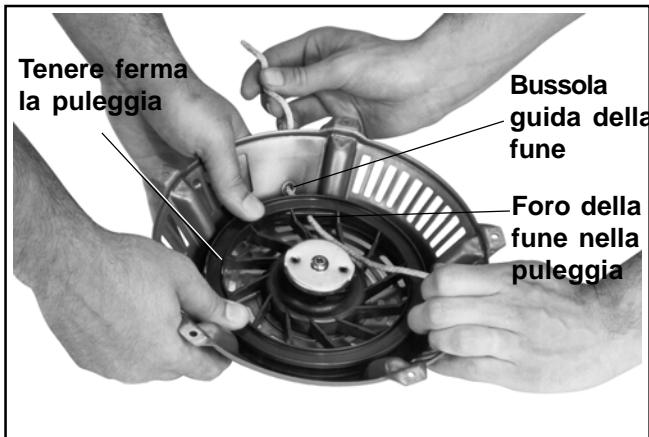

Figura 7-3. Installazione della fune.
9. Inserire la nuova fune nel foro nella puleggia del motorino di avviamento e nella bussola guida della fune dell'alloggiamento. Vedere Figura 7-3.